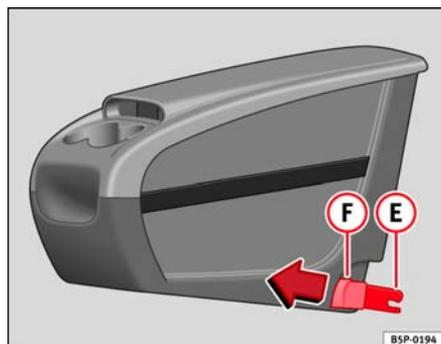
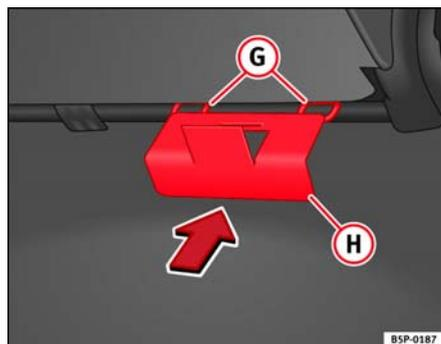

Fig. 110 Portaobjetos móvil. Montaje
Fig. 111 Placa de fijación del portaobjetos móvil
- Coloque desde el interior del vehículo, la placa de fijación **(H)** ⇒ fig. 111 del portaobjetos móvil, por la parte posterior del asiento. Debe estar situada entre el respaldo y el cojín, en la zona de la plaza central.
- Encare las dos piezas de fijación **(E)** ⇒ fig. 110, con las dos anillas de fijación **(G)** ⇒ fig. 111 y presione con fuerza hasta que las dos pinzas clipen totalmente con las anillas.
- Tire de cada uno de los botones ⇒ fig. 110 **(F)** de las pinzas (botones rojos) hacia delante, hasta oír que ha desclipado.